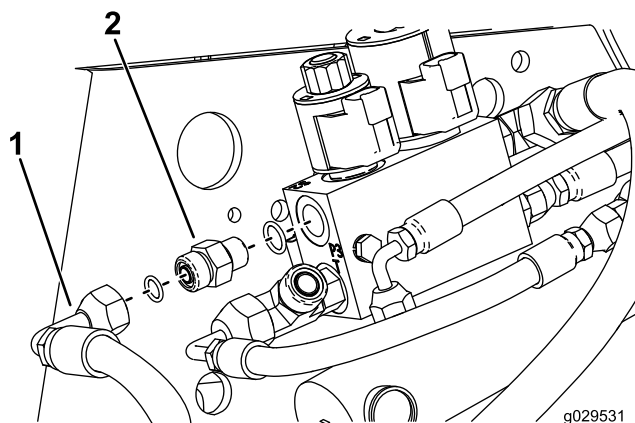

Рисунок 19
7. Вверните штуцер гидравлического клапана в отверстие клапана (Рисунок 19).
10. Присоедините штуцер шланга к прямому штуцеру (Рисунок 19).